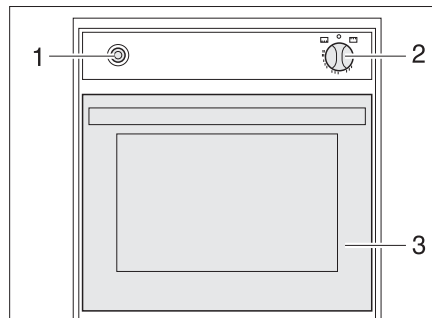

Bild 262 Gasbackofen (Spinflo)
- Backofenklappe (Bild 262,3) ganz öffnen.
- Drehregler (Bild 262,2) leicht drücken und auf "🔥" (Backofen) oder "GRILL" stellen.
- Drehregler (Bild 262,2) drücken und 5 bis 10 Sekunden lang gedrückt halten. Es strömt Gas zum Brenner.
- Zündschalter (Bild 262,1) so oft drücken, bis die Flamme brennt.
- Drehregler (Bild 262,2) auf "0" drehen. Die Flamme erlischt.